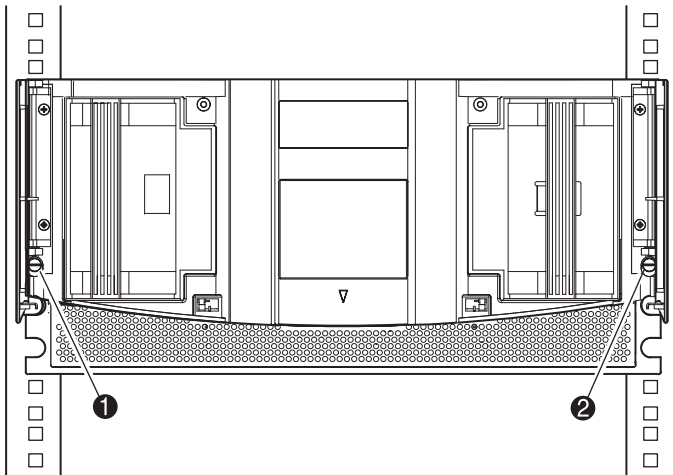

Figura 2-5. Seguridad de la biblioteca
10. Con las puertas abiertas, fije el panel frontal al receptáculo de almacenamiento con los dos tornillos de retención (consulte la Figura 2-5). Cierre las puertas.